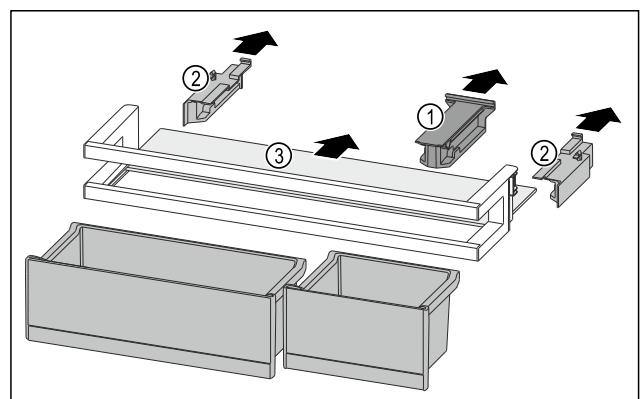

Fig. 127
- ▶ Retirer la pièce de retenue Fig. 127 (1).
- ▶ Retirer les parties latérales Fig. 127 (2).
- ▶ Retirer la tablette de rangement Fig. 127 (3).